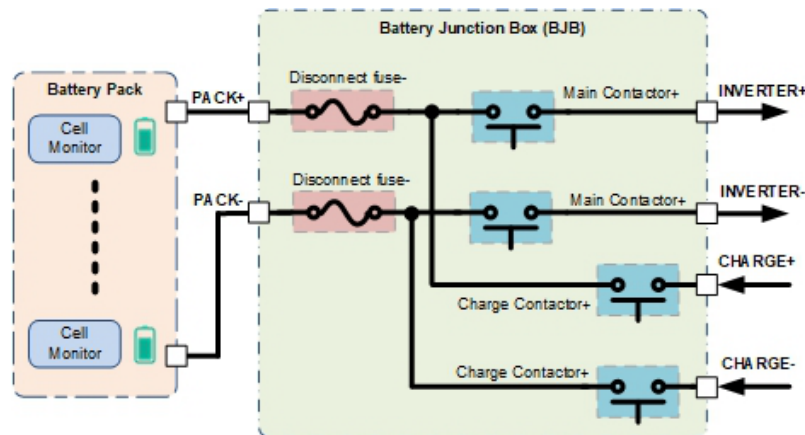

图 1. BMS 配电系统中的电池断开保险丝和高压继电器
对于混合动力汽车 (HEV) 和电动汽车 (EV)，电池管理系统 (BMS) 中的配电系统可为车辆的核心功能供电，还提供安全断开高电压或高电流事件的机制。随着对更高电压、电流、效率和可靠性的需求持续增长，配电系统的两个核心组件（高压继电器和断开保险丝）面临越来越多的设计挑战。图 1 展示了高压继电器和断开保险丝的概览。